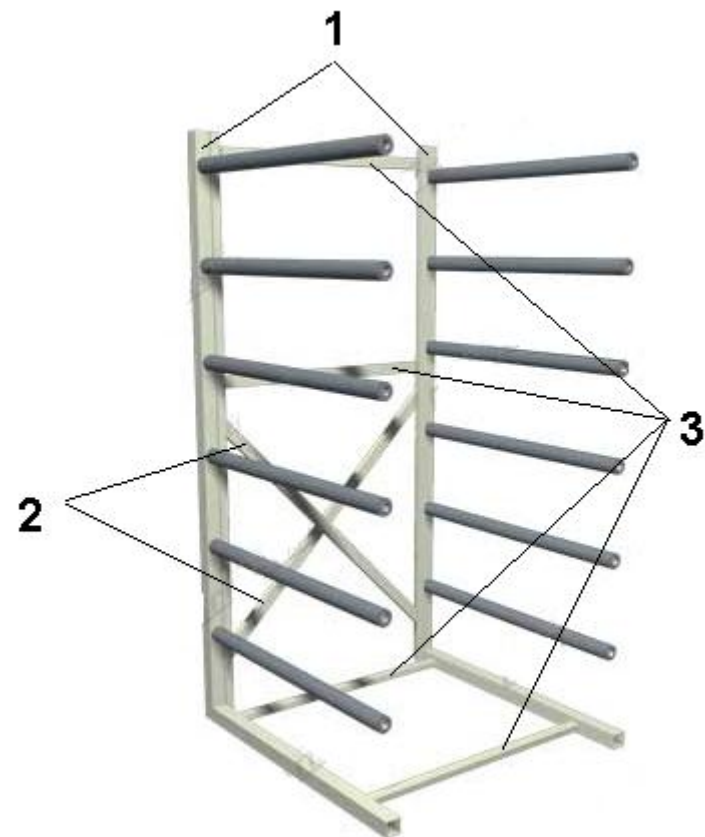

Рис.1 Схема сборки стойки
- 3.2 Проверьте комплектность поставки (номера позиций на рис.1 соответствуют позициям в списке комплектующих)